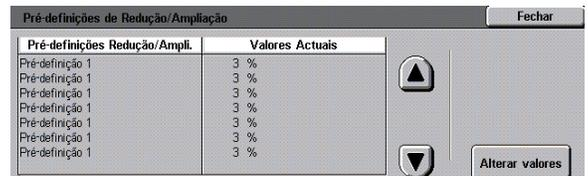

Figura 56: Ecrã Pré-definições de Redução/Ampliação
- 1 No ecrã Recursos, prima o ícone **Pré-definições de Redução/Ampliação** para visualizar o ecrã Pré-definições de Redução/Ampliação, tal como ilustrado na Figura 56.